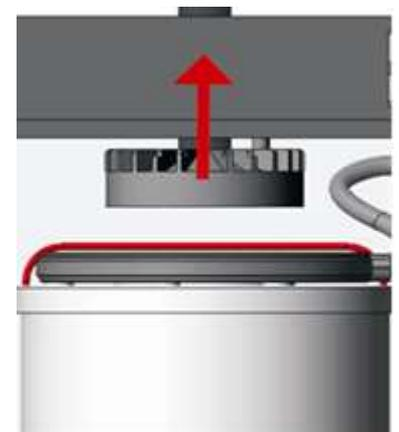

Fig. 29
3. Fare scorrere verso l'alto la flangia superiore con il relativo tubo (Fig.29).